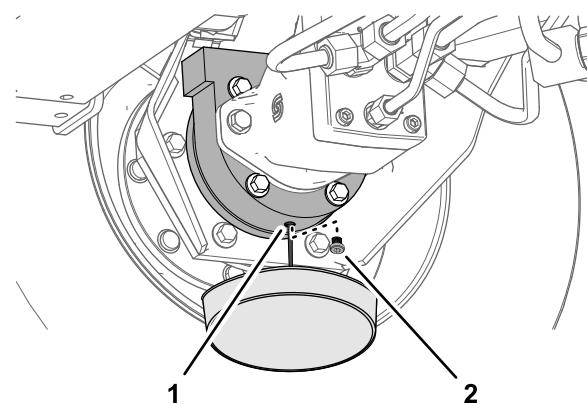

Figure 140
6. Placez un bac de vidange sous le carter de frein, enlevez le bouchon de vidange et vidangez toute l'huile (Figure 140).